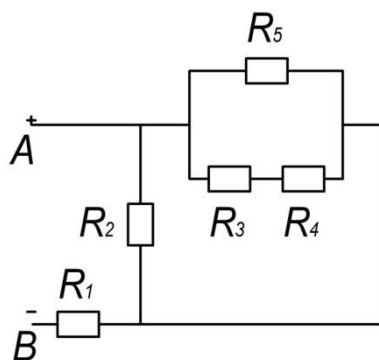

Рисунок 1
**Пример 1.** Для схемы приведенной на рис.1, где  $R_1 = 8 \text{ Ом}$ ,  $R_2 = 3 \text{ Ом}$ ,  $R_3 = 7 \text{ Ом}$ ,  $R_4 = 6 \text{ Ом}$ ,  $R_5 = 10 \text{ Ом}$ ,  $U_{ab} = 200 \text{ В}$ . Определить эквивалентное сопротивление цепи относительно выводов АВ, ток в каждом резисторе, напряжение на каждом резисторе и расход электрической энергии цепью за 10 часов.